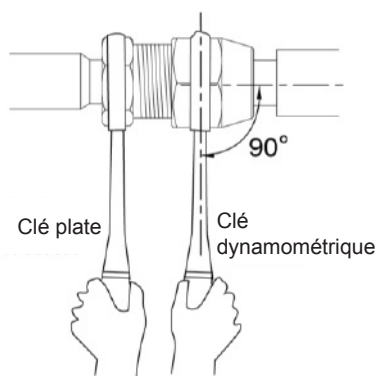

Fig. 14
- (3) Serrez fermement l'écrou d'évasement à l'aide d'une clé dynamométrique jusqu'à ce que la clé émette un clic. (Maintenez la poignée de la clé et placez-la à angle droit par rapport au tuyau. Comme sur la Fig. 14)
- (4) Enroulez le tuyau de raccordement dénudé et le raccord avec de l'éponge. Serrez ensuite l'éponge fermement avec du ruban plastique.
- (5) Le tuyau de raccordement doit être maintenu par un support plutôt que par l'unité.
- (6) L'angle de cintrage des tuyaux ne doit pas être trop petit ; sinon vous risquez de les casser. Veuillez utiliser une cintreuse de tuyaux pour les plier.
- (7) Lors du branchement de l'UI au tuyau de raccordement, ne tirez pas trop fort sur les gros et les petits joints de l'UI si le capillaire ou d'autres tuyaux présentent des fissures et des fuites.